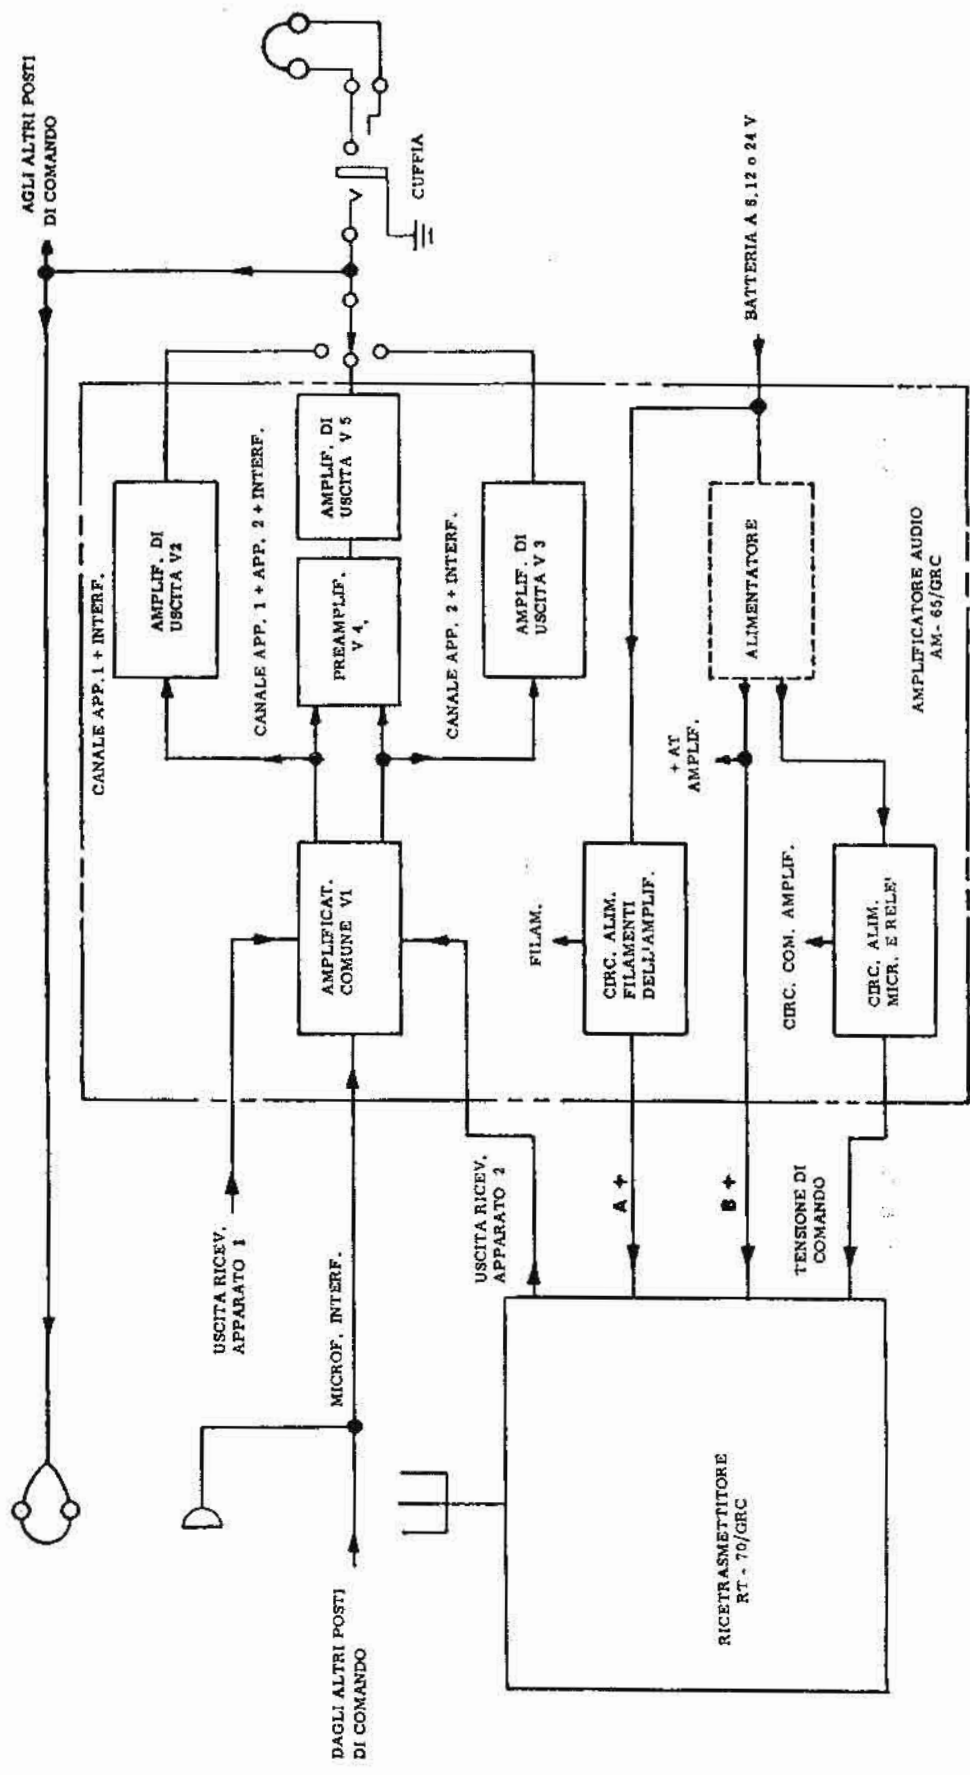

Fig. 2 - Schema a blocchi dell'Amplificatore facente parte di un Complesso.
4. Funzionamento come parte del complesso (fig. 2).
- (1) *Circuiti di segnale.* I segnali vocali provenienti dal microfono, connesso direttamente all'amplificatore (fig. 2), o i segnali provenienti da uno qualunque dei posti di controllo, entrano nell'amplificatore comune e sono da questo amplificati.
Se nella figura 2, al punto contrassegnato da « uscita ricevitore apparato 1 » viene connesso uno dei ricetrasmittitori o uno dei ricevitori sopra elencati, lo schema a blocchi della fig. 2 diventa rappresentativo dei complessi radio AN/GRC-3...8.
- (1) *Circuiti di segnale.* I segnali vocali provenienti dal microfono e dall'apparato 2 entrano nell'amplificatore e vengono portati sui 3 canali (fig. 2) come descritto nel precedente punto c (1).